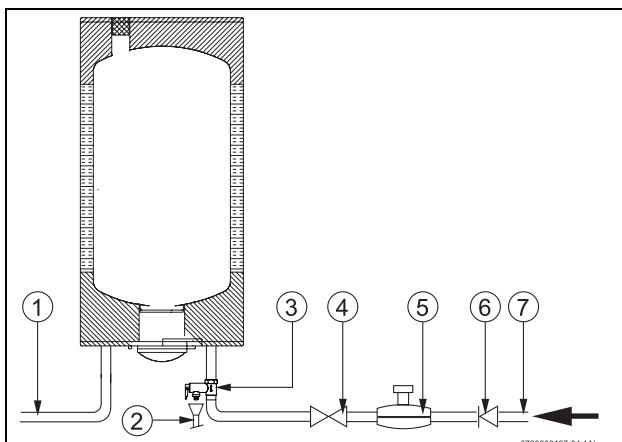

Fig. 9 Ligação de água
- Instalar a válvula de segurança na entrada de água do termoacumulador (ver Fig. 9).
NUNCA OBSTRUÍ A VÁLVULA DE SEGURANÇA. Se a pressão de rede for superior a 8 bar é mandatório instalar uma válvula redutora, como exemplificado na Fig. 9.